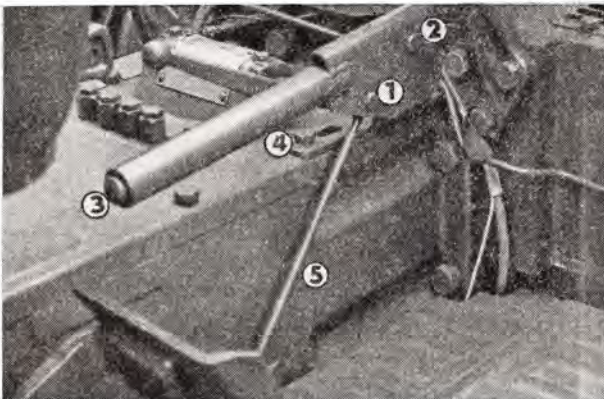

Abb. 131
1. Aus dem Bolzen im Unterteil der Handbremsenzugstange (Abb. 131/5) ist der Splint herauszuziehen und der Bolzen herauszustossen.
2. Zwei Schrauben M 8×35 des Handbremsenhalters sind auszuschrauben und der Halter (Abb. 131/4) ist abzunehmen.
3. Die Zugstange ist aus dem Hebel durch Entsplinten des Hebelbolzens und durch Herausstossen des Bolzens (Abb. 131/1) herauszunehmen.
4. Der Splint ist aus dem Hebelbolzen herauszuziehen und der Bolzen herauszustossen. Dadurch wird der Hebel mit der Sperrklinke von der kompletten Konsole (Abb. 131/2) gelöst.
5. Der Knopf (Abb. 131/3) ist aus der Zugstange auszuschrauben und die Feder samt Unterlagscheibe abzunehmen. Die Zugstange mit Sperrklinke ist aus dem Hebel herauszunehmen.